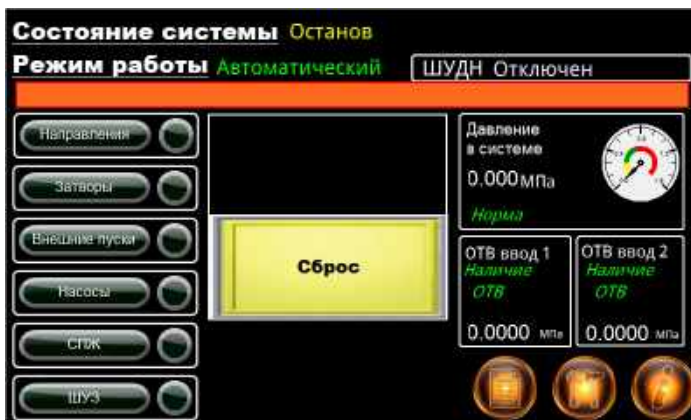

Рисунок 14 – Кнопка «Сброс»
8.14 При нажатии кнопки «Останов пуска» произойдёт остановка насосов, но сигнал «Пожар» и «Пуск» не будет снят. Для снятия сигналов «Пуск» и «Пожар» верните в дежурное состояние сработавшие устройства или отключите автоматику по сработавшему направлению и нажмите кнопку «Сброс» (рис. 14), появившуюся в центре главного окна. Произойдёт возвращение системы в состояние «Норма».